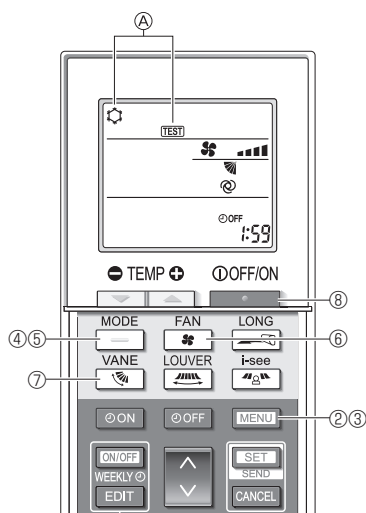

Fig. 8-5
- 2 Appuyez sur la touche [MENU] pendant 5 secondes. (Fig. 8-5) (Effectuez cette opération lorsque l'affichage de la télécommande est éteint.)
- 3 Appuyez sur la touche [MENU]. La mention (A) [TEST] et le mode de fonctionnement en cours sont affichés. (Fig. 8-5)